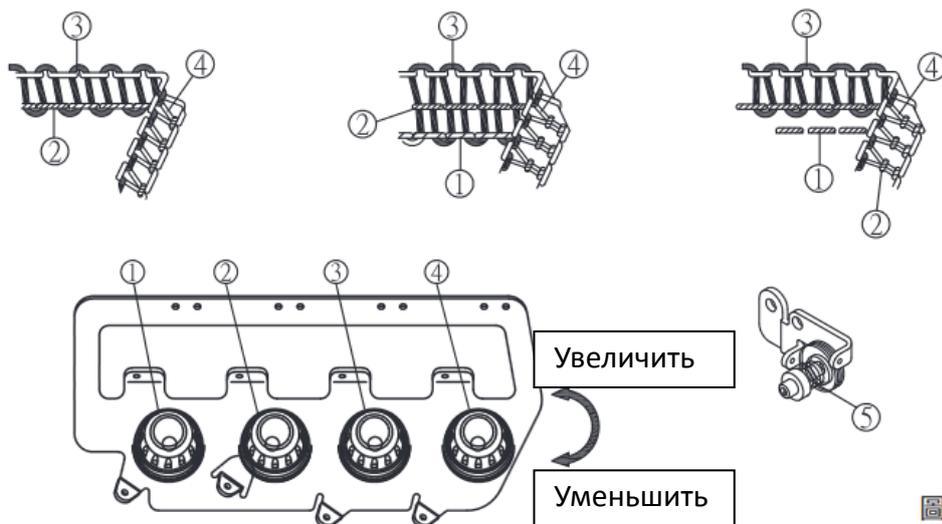

Fig. 20 / Fig. 20
1. Ручки регулировки натяжения нити. (Рис.20)